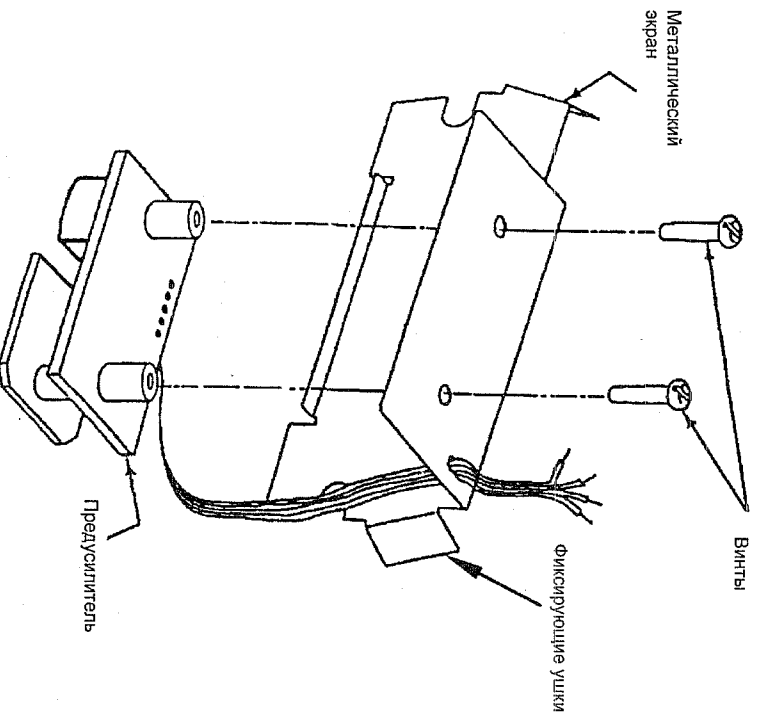
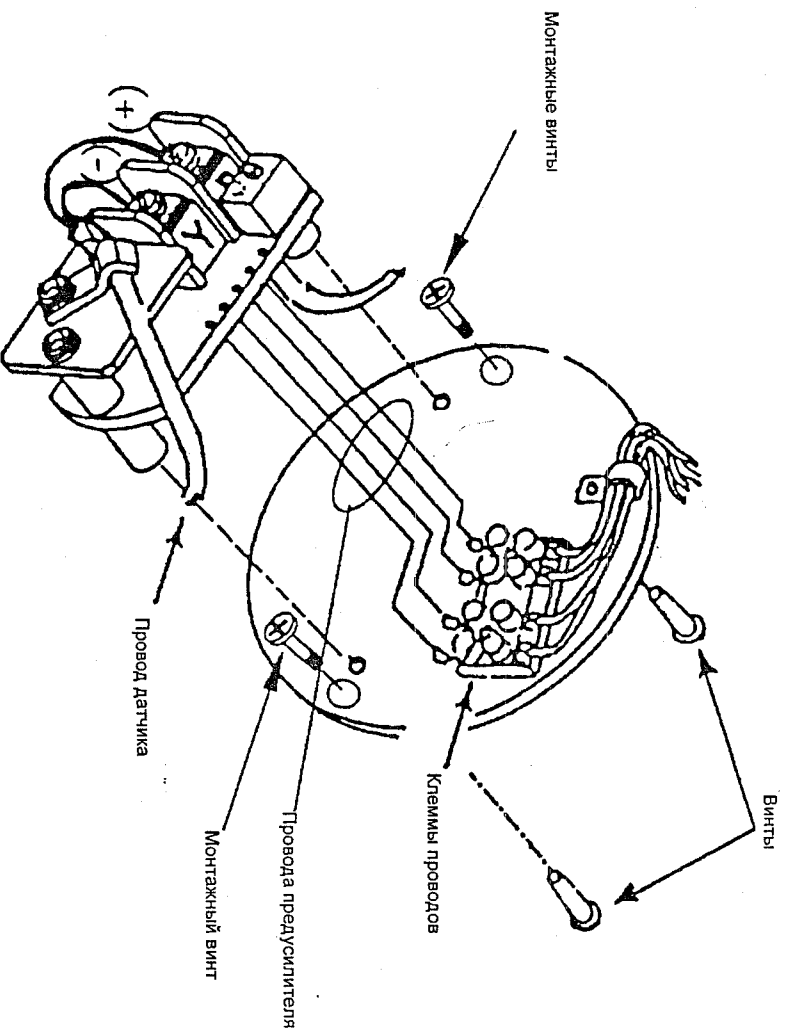

Рис. 22. Узел предварительного усилителя — интегральная схема монтажа расходомера с расширенным температурным диапазоном
Рис. 23. Узел предварительного усилителя – схема раздельного монтажа
Узел предварительного усилителя (показан на рис. 22) включает в себя предварительный усилитель с экраном для интервального электронного блока (или с монтажной платой для вынесенного электронного блока, как показано на рис. 23). Предварительный усилитель снабжен переключателем, который должен быть установлен в положение STD при работе с датчиками, имеющими стандартный температурный диапазон, или в положение EXT при работе с датчиками, имеющими расширенный температурный диапазон.
4. При помощи отвертки с плоским концом извлеките прижимные ушки металлического экрана из корпуса, а затем извлеките весь узел. См. рис. 22.
7. Снимите предварительный усилитель с экрана, сняв два винта. См. рис. 22. Сохраните оба винта и металлический экран.
2. Снимите крышку распределительной коробки. Предварительный усилитель и 4-позиционная двухсторонняя клеммная колодка установлены на круглой пластине в распределительной коробке как показано на рис. 23.
4. Отсоедините коричневый, красный, оранжевый и желтый провода с обеих сторон клеммной колодки и снимите кабельный зажим, удерживающий соединительный кабель. См. рис. 23.
1. Прикрепите новый предусилитель к металлическому экрану с помощью первоначально снятых винтов. См. рис. 22.
1. Закрепите новый предусилитель на монтажной пластине с помощью двух винтов. См. рис. 23.
3. Подсоедините коричневый, красный, желтый и оранжевый провода от предусилителя к одной стороне двухсторонней клеммной колодки на монтажной пластине. См. рис. 23.
4. Перед установкой узла в распределительную коробку подсоедините четыре провода (коричневый, красный, оранжевый и желтый) провода, поступающие в распределительную коробку через отверстие кабельного входа, к другой стороне клеммной колодки на монтажной пластине (в той же последовательности, что и плоский кабель от предусилителя). См. рис. 23.